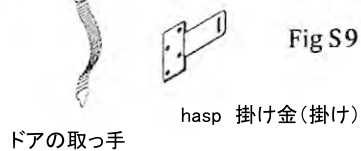

Fig S9
- Hasp trimをドア側のポストに6本の45mm仕上げ釘で打ち付けます。図S9参照